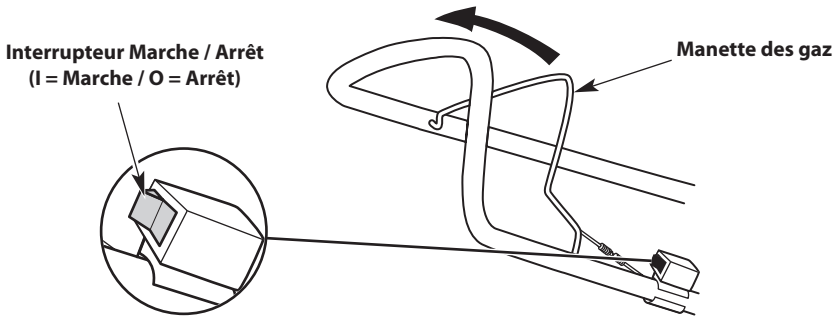

Fig. 5
REMARQUE : il n'est pas nécessaire de démarrer l'appareil. L'interrupteur de marche/arrêt est constamment en position de **Marche (1)** (Fig. 5).
2. Appuyez sur l'interrupteur de marche/arrêt et maintenez-le enfoncé en position **d'Arrêt (O)** jusqu'à ce que le moteur s'arrête complètement (Fig. 5).